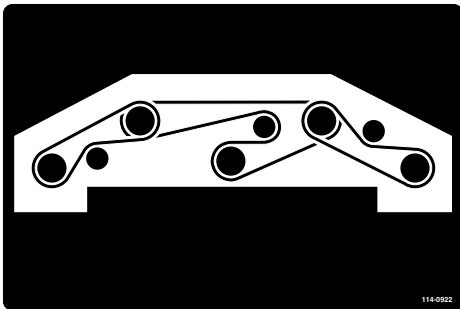

Bild 128
8. Verlegen Sie den neuen Riemen um die Spindelscheiben und die Spannscheiben (**Bild 128**).